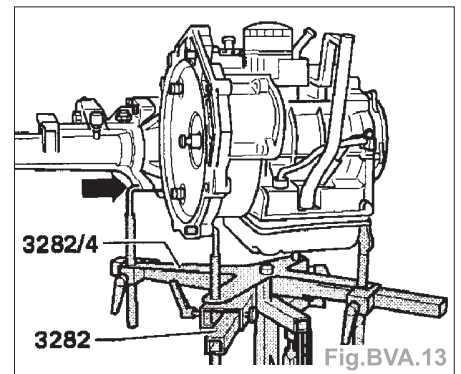

Fig. BVA.13
- Ajuster le support de boîte 3282 (Fig. BVA.13).